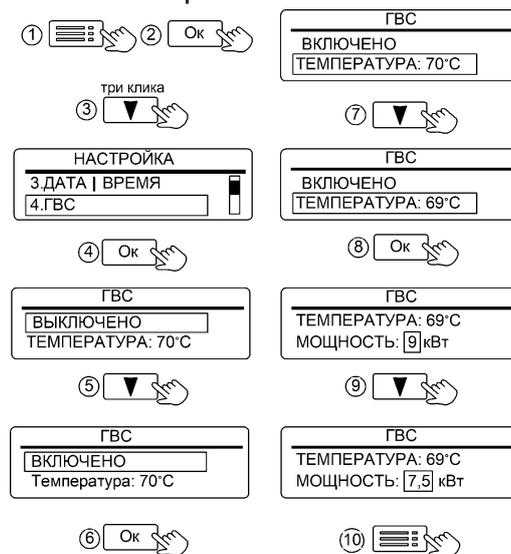
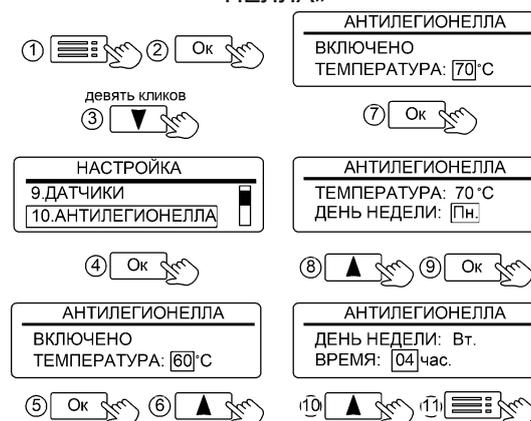

Рисунок 12. Настройка режима «ГВС»
Рисунок 14. Настройка времени включения режима «АНТИЛЕГИОНЕЛЛА»
Активация режима «ГВС» и настройка температуры горячей воды показана на рис. 12. Начальная заводская настройка температуры горячей
В любой воде существует возможность развития бактерий легионеллы. Чтобы исключить риск заражения водой, получаемой из косвенного водонагревателя, прибор имеет режим «АНТИЛЕГИОНЕЛЛА». Режим автоматически активируется при подключении NTC-датчика температуры к плате контроллера и включения режима «ГВС» (см. рис. 12). При отключении NTC-датчика – режим деактивируется и меню «АНТИЛЕГИОНЕЛЛА» (см. рис. 14) не доступно для Пользователя.
Заводская настройка времени включения нагрева – Понедельник, 03:00. Имеется возможность изменения времени включения (см. рис.14).
11.1.4 «4.ГВС» - установка состояния режима «ВКЛЮЧЕНО / ВЫКЛЮЧЕНО». Индикация «ВКЛЮЧЕНО» означает разрешение на работу режима ГВС. Индикация «ВЫКЛЮЧЕНО» запрещает работу режима «ГВС» (см. рис. 12).